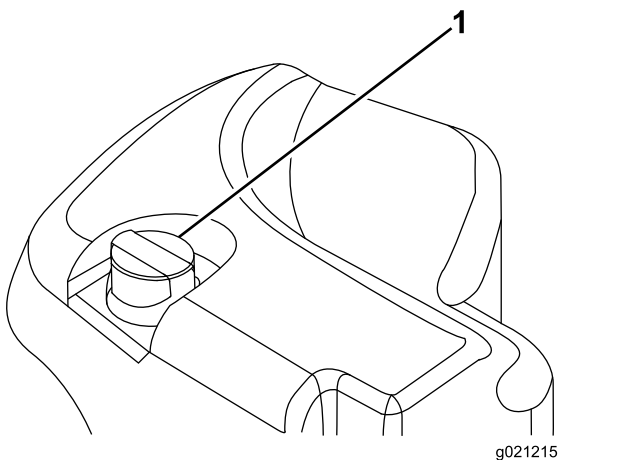

Bild 98
2. Reinigen Sie den Bereich um den Füllstutzen und den Deckel des Hydraulikbehälters (**Bild 98**). Drehen Sie den Deckel vom Füllstutzen ab.